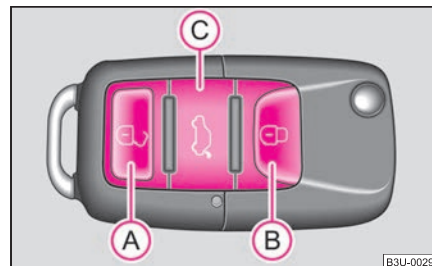

Abb. 27 Schlüssel:
- Drücken Sie die Taste **(A)** ⇒ Abb. 27 etwa 1 Sekunde lang.